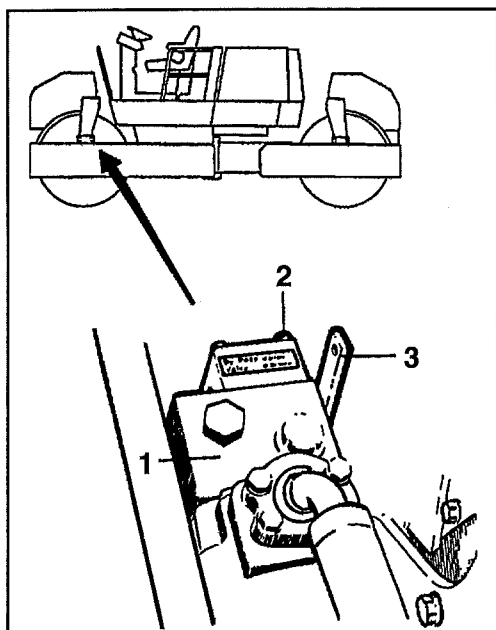
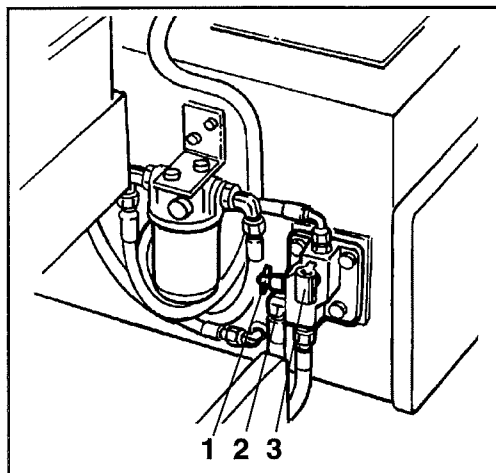

Fig. 29
Fig. 31 Soupape de remorquage
Bloquer les cylindres! Le rouleau peut se mettre à rouler lorsque le levier (3) Fig. 29 est actionné.
2. Enlever la vis (2) du bloc de soupape (1) et lever le levier (3).
3.  Ne pas oublier de remettre le levier du bloc de soupape (3) fig 29 dans sa position d'origine après le remorquage.
Bloquer les cylindres! Le rouleau peut se mettre à rouler lorsque le levier (3) Fig. 29, 31 est actionné.
1. Enlever la vis (2) du bloc de soupape (1) et lever le levier (3) selon la figure (29).
2. Pomper à l'aide du levier (3) jusqu'à ce que les freins soient desserrés. S'assurer que la soupape (1) est en position appuyée.
3.  Ne pas oublier de remettre le levier de bloc de soupape (3) fig 29 dans sa position originale après le remorquage. Maintenir aussi la soupape (1) fig 31 en position tirée quelques secondes après le remorquage.